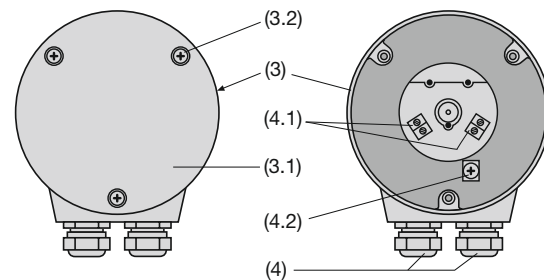

Bild 6. Rückenteil (3) mit Klemmen (4.1) sowie (4.2) und Stopfbuchsen (4).
Bei den Varianten mit direkt am Messumformer angebrachten **Schraubklemmen** und **Stopfbuchsen** befinden sich 4 Schraubklemmen (4.1) und 1 Erdungsklemme (4.2) – wie Bild 6 zeigt – im Rückenteil (3). Die Schraubklemmen eignen sich für max. 1,5 mm2 Drahtquerschnitte und sind nach Abnehmen des Deckels (3.1) zugänglich.
... mit **Schraubklemmen** und **Stopfbuchsen** die 3 Schrauben (3.2) herausschrauben, und den Deckel (3.1) abnehmen (Bild 6, links).